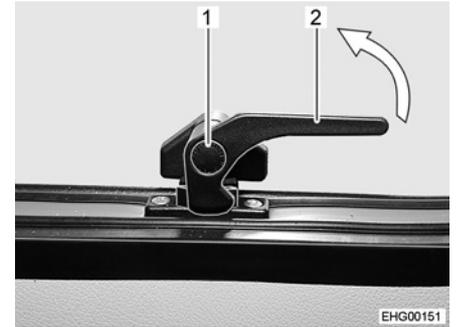

Fig. 24 Palanca de bloqueo inferior (posición "cerrada")
- Pulsar el botón de seguridad (Fig. 24,1) en la palanca de bloqueo inferior (Fig. 24,2) y mantenerlo pulsado.
- Girar la palanca de bloqueo inferior (Fig. 24,2) un cuarto de vuelta hacia el centro de la ventana.